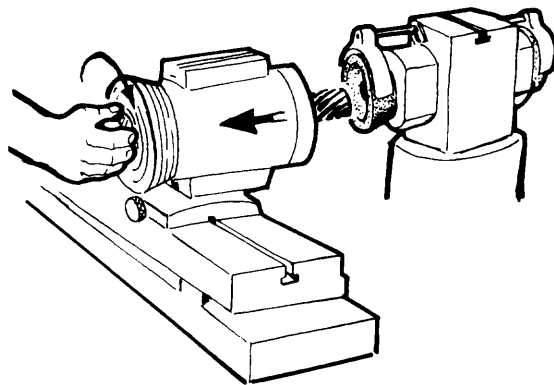

Fig. 9
1. En caso de montar placa universal o mandril porta-fresas, fíjelos por medio del tirante (fig. 9).